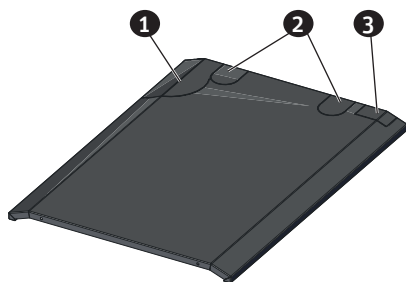

Fig. 119 Staccare la prepunzonatura solo se il raccordo gas combusti o/e la mandata e il ritorno, passacavi è verso l'alto
- ▶ Se il raccordo gas combusti o/e la mandata e il ritorno, passacavi è verso l'alto, staccare la prepunzonatura – Fig. 119. Se il raccordo gas combusti o/e la mandata e il ritorno sono rivolti verso dietro, non staccarla.